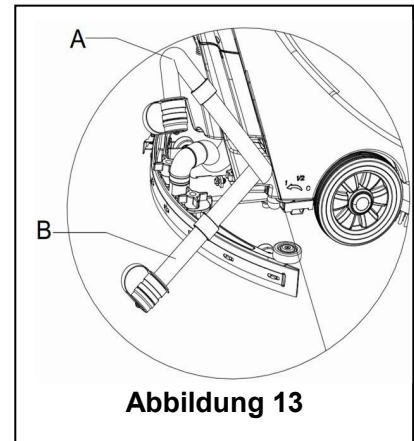

Abbildung 13
2. Heben Sie mit dem Hebegriff der Sauglippe (14) den Abstreifer an.
4. Greifen Sie den Lenker (2) und kippen Sie vorsichtig das Gerät zurück, bis das Führungsrad den Boden berührt. (Ankoppeln des Geräts, siehe Maßnahmen im Abschnitt Anhalten des Geräts.)
5. Nehmen Sie den Ablaufschlauch vom Befestigungsclip, biegen Sie das obere Ende des Ablaufschlauchs (wie in **A, Abbildung 13**, dargestellt). Öffnen Sie dann die Abdeckung des Ablaufschlauchs, senken Sie den Ablaufschlauch auf ein niedriges Niveau oder auf den Boden, um das Wasser abzulassen. Alternativ können Sie den Ablaufschlauch in eine niedrige Position oder auf den Boden absenken, damit der Wasserablauf nach unten zeigt (wie in **B, Abbildung 13**, dargestellt). Drehen Sie dann die Abdeckung des Wasserablaufschlauchs auf, um das Abwasser aus dem Tank zu leiten. Reinigen Sie nach der vollständigen Entleerung den Schmutzwassertank mit sauberem Wasser.
Beim Ablassen des Abwassers muss das Vakuum-Rohr für Abfälle gefaltet oder abgesenkt werden (wie in Abbildung 13, A oder B dargestellt). Öffnen Sie dann den Deckel des Vakuum-Rohrs für Abfälle, um das Wasser abzulassen. Heben Sie den Ablauf des Vakuum-Rohrs für Abfälle nicht nach oben an, um das Wasser vertikal abzulassen. Damit vermeiden Sie, dass Abwasser auf den Anwender spritzt.